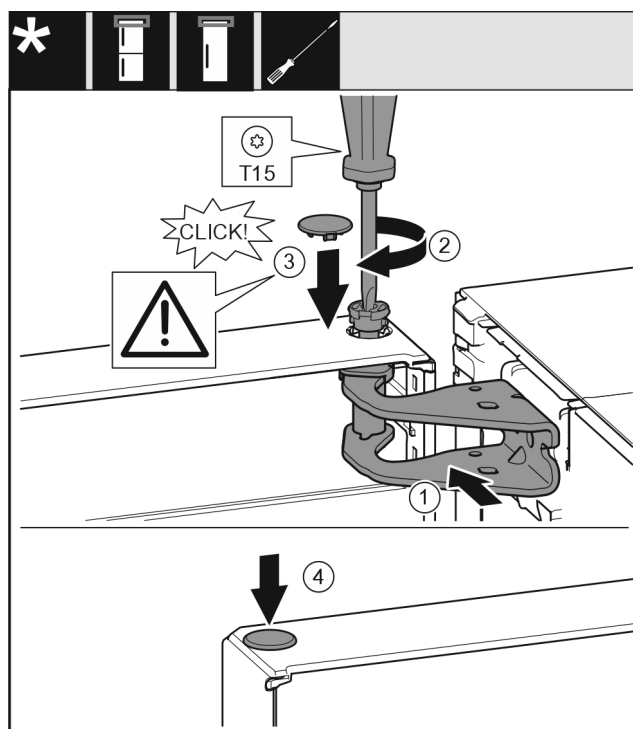

Fig. 24
- ▶ Joondage uks ülal laagripuki ava suhtes välja. Fig. 24 (1)
- ▶ Pange polt sisse ja keerake kruvikeerajaga T15 kinni. Fig. 24 (2)
- ▶ Monteerige ukse kindlustamiseks turvakate: pange turvakate sisse ja kontrollige, kas see toetub uksele. Vastasel juhul pange polt täielikult sisse. Fig. 24 (3)
- ▶ Pange kork sisse. Fig. 24 (4)